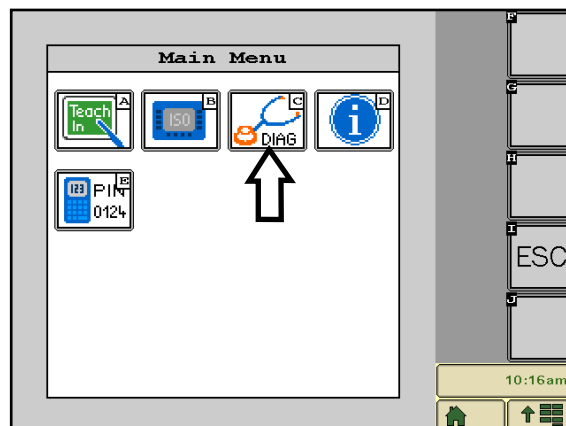

рис. 19: Вызов диагностики
В главном меню нажмите на символ диагностики (C) (см. рис. 19), чтобы открыть меню диагностики.